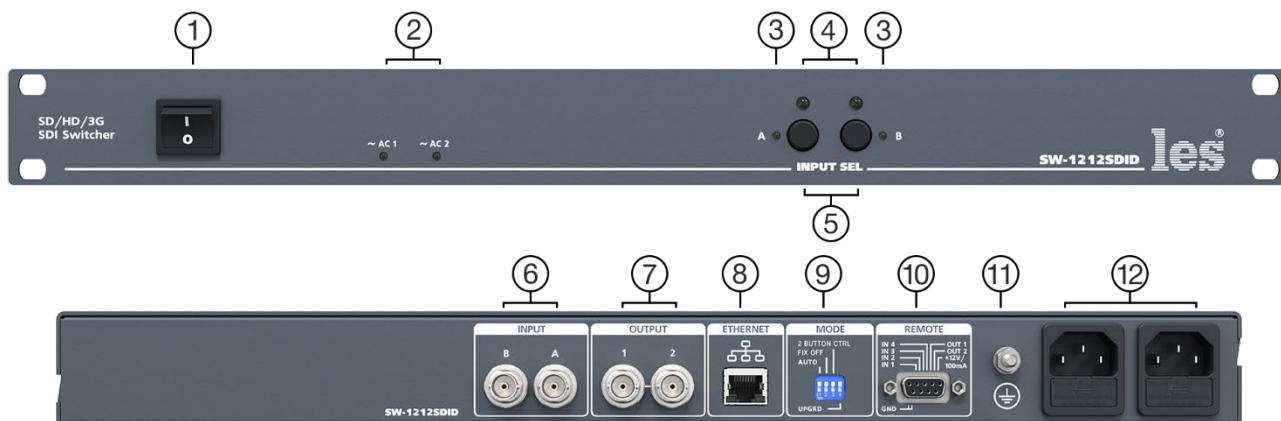

Рисунок 2
5. Подключите шнуры питания к разъёмам IEC C14 (рисунок 2, позиция 12). Обратите внимание на то, что третий провод сетевого шнура используется для заземления корпуса (защитное заземление), которое рекомендуется делать единым для всего комплекса аппаратуры.
Земли входных и выходных разъёмов соединены вместе, присоединены к контакту PE блоков питания, корпусу прибора и клемме заземления (рисунок 2, позиция 11).